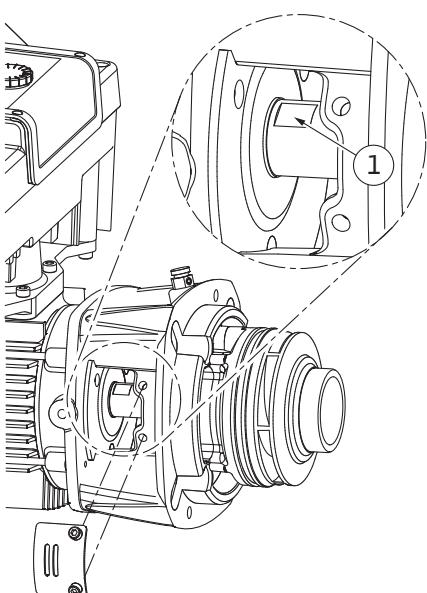

Fig. 105: Atslēgas virsmas uz vārpstas
14. Starpkorpusa lodziņā ievietojiet uzgriežņu atslēgu (SW22 mm) un pieturiet vārpstu ar atslēgas virsmām (Fig. 105, 1. poz.). Izskrūvējet darba rata uzgriezni (Fig. I, 22. poz.). Darba rats (Fig. I, 21. poz.) tiek automātiski noņemts no vārpstas.
3. Starpkorpusa lodžiņā ievietojet uzgriežņu atslēgu (SW22 mm) un pieturiet vārpstu ar atslēgas virsmām (Fig. 105, 1. poz.).
10. Starpkorpusa lodziņā (Fig. IV, 38. poz.) ievietojiet uzgriežņu atslēgu (SW32 mm) un pieturiet vārpstu ar atslēgas virsmām (Fig. 105, 1. poz.). Piemontējiet darba ratu ar paplāksni(-ēm) un uzgriezni. Pievelciet uzgriezni. Raugiet lai gala blīvējums nesagrieztos un netiku bojāts.